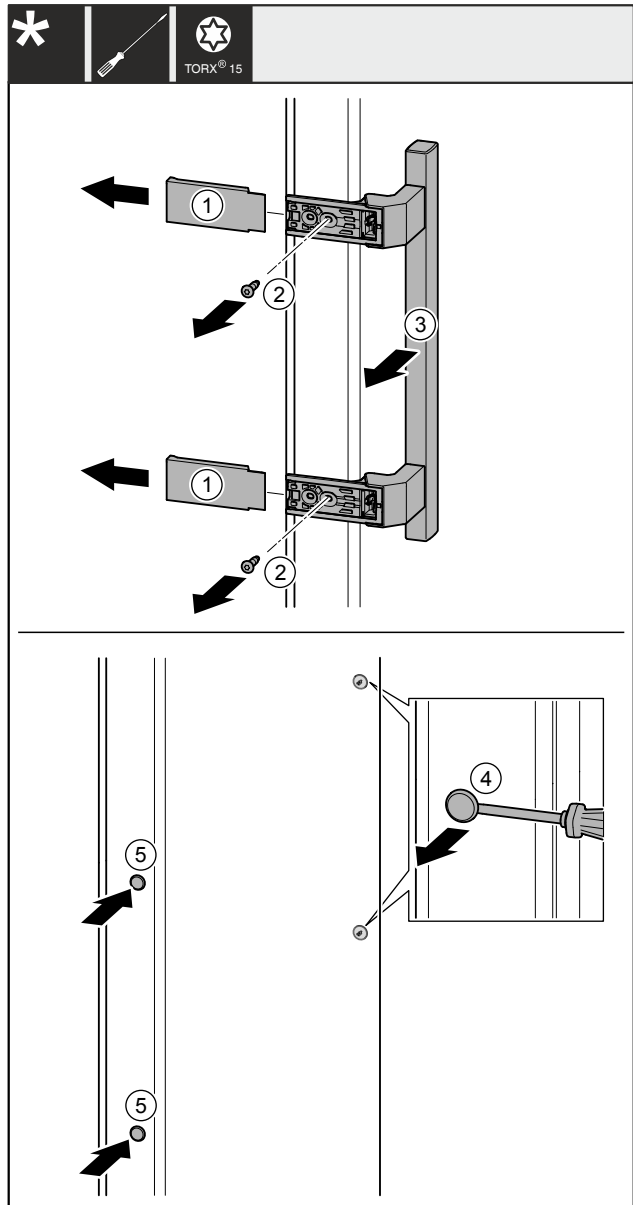

Fig. 27
- Hiqni kapakët mbulues Fig. 27 (1).
- Lironi vidat Fig. 27 (2) me një kaçavidë.
- Hiqni dorezën Fig. 27 (3).
- Ngrini lart me kujdes tapën anësore Fig. 27 (4) me një kaçavidë me kokë petë dhe nxirrni jashtë.
- Vendosni sërish tapën Fig. 27 (5) në anën tjetër.